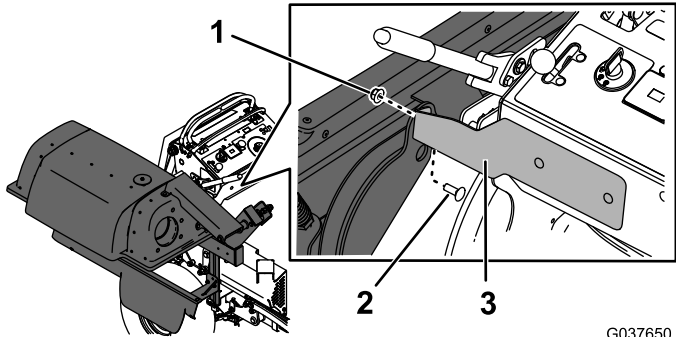

Bild 16
4. Befestigen Sie den Rahmen des Heckfangsystems mit einer Schlossschraube ($\frac{3}{8}$ " x 1") und einer Mutter ($\frac{3}{8}$ ") an der vorderen Befestigungshalterung, wie in **Bild 16** abgebildet.